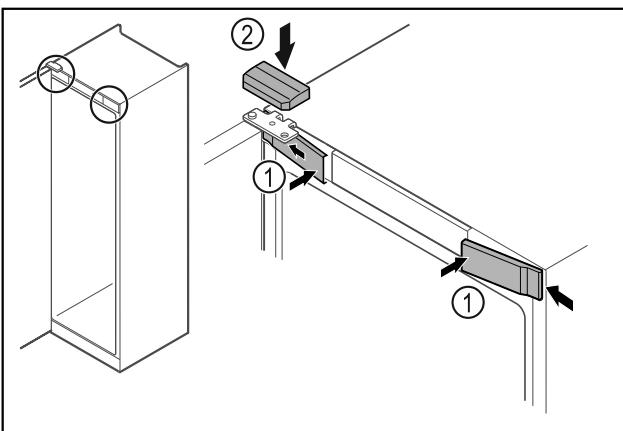

Fig. 68
- 从侧部挂入前盖板 Fig. 68 (1)并将其卡紧。
- 从上方卡紧上盖板 Fig. 68 (2)。